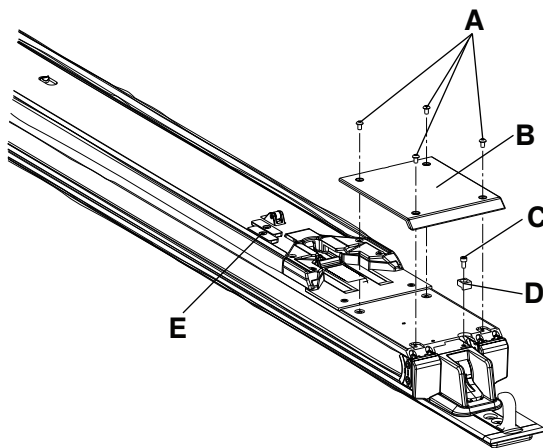

Figure 7 – Composants de transfert côté pieds
3. À l'aide d'une clé Torx T25, enlever les quatre vis (A) qui fixent la plaque d'usure de l'ensemble de transfert côté pieds (B) à l'extrusion de l'ensemble de transfert (Figure 7). Conserver les vis.